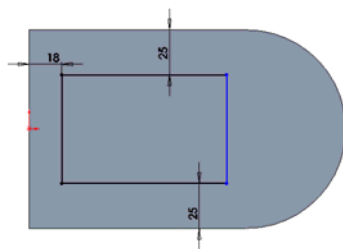
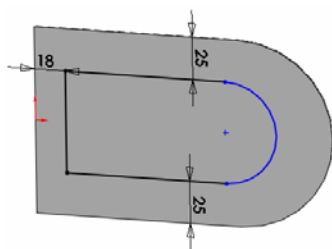

图 9-91 绘制矩形
图 9-92 绘制圆弧
⑤ 绘制草图。单击“草图”工具栏中的“矩形”图标，绘制矩形，标注智能尺寸如图 9-91 所示。单击“草图”工具栏中的“切线弧”图标，绘制半圆弧，并且将矩形的一条竖直边剪裁掉，如图 9-92 所示。